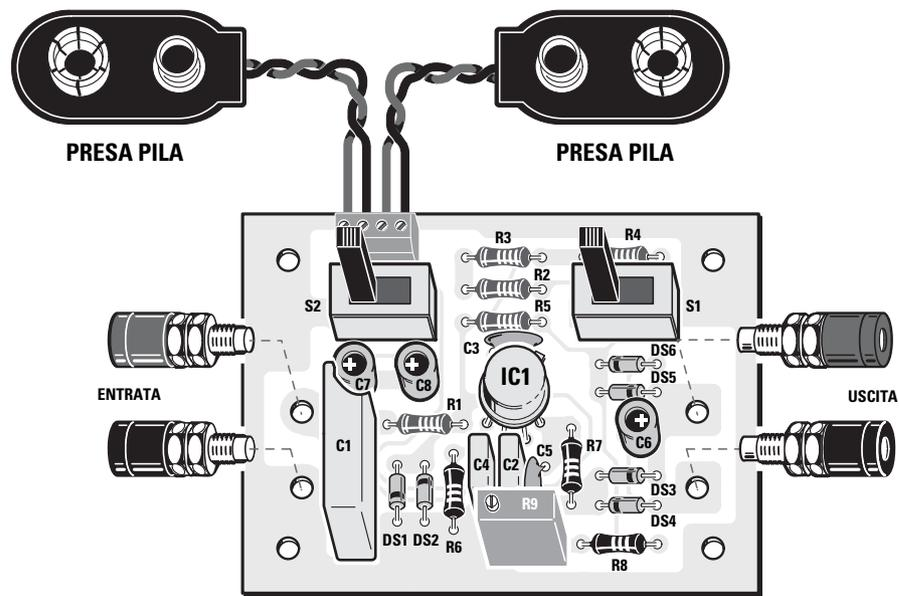

Fig.9 Esquema práctico de montaje del proyecto LX.17365. La pequeña muesca que cuenta el integrado metálico IC1, esta orientada hacia el conmutador S1.
Cuando introduzcamos sus patillas en el circuito impreso, debemos recordar que el pin **8** cuenta con la pequeña muesca y ha de quedar dirigida como mostramos en el esquema práctico de la Fig.9, dirigida hacia el conmutador **S1**.
Los otros **4 diodos DS3-DS4-DS5-DS6** estarán, dos debajo del condensador electrolítico **C6** (ver **DS3-DS4**) y **dos** arriba (ver **DS5-DS6**), quedando de esta manera reflejado igual que en la ilustración de la Fig.9.
- LX.1735:** Todos los componentes necesarios para la realización de este montaje (ver Fig.9), incluyendo el circuito impreso y el mueble metálico **MO1735** con frontal serigrafado (ver Fig.11)49,50 €